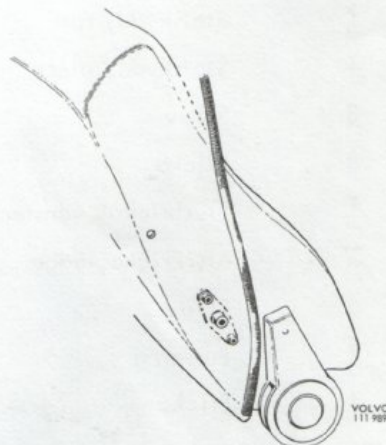

Bild 3.
Texten under bild 3 a ska vara: Montera T-rör 16 + 6 + 16 i kupéelementets sugled -
10. Placera in stötskyddets högra del i rätt läge, dvs. med styrbrickans hål runt axeln för svankstödsjusteringen. Bild 3.